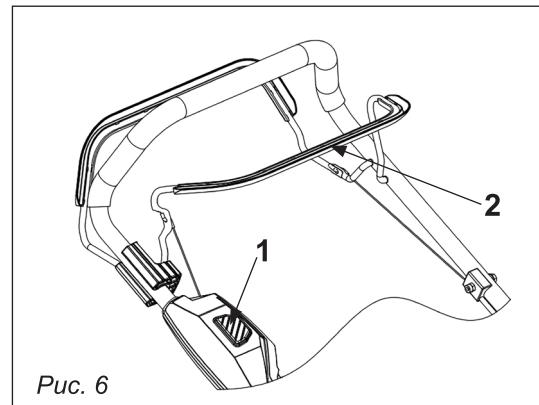

Рис. 6
4. Убедитесь в отсутствии заедания рычага включения остановки двигателя (рис. 6).